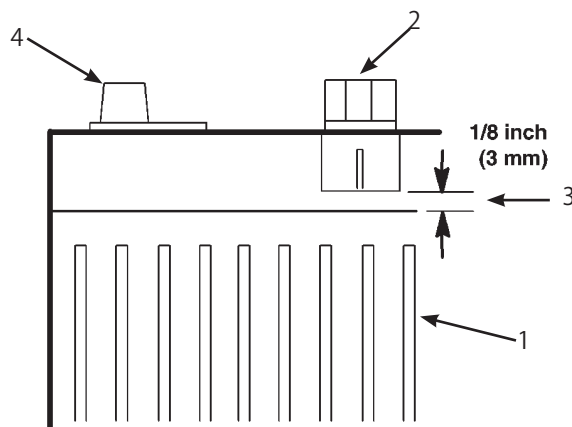

図31
7. 電解液の量が給水口の下端から 3 mm 程度になるように蒸留水を補給する（図31）。